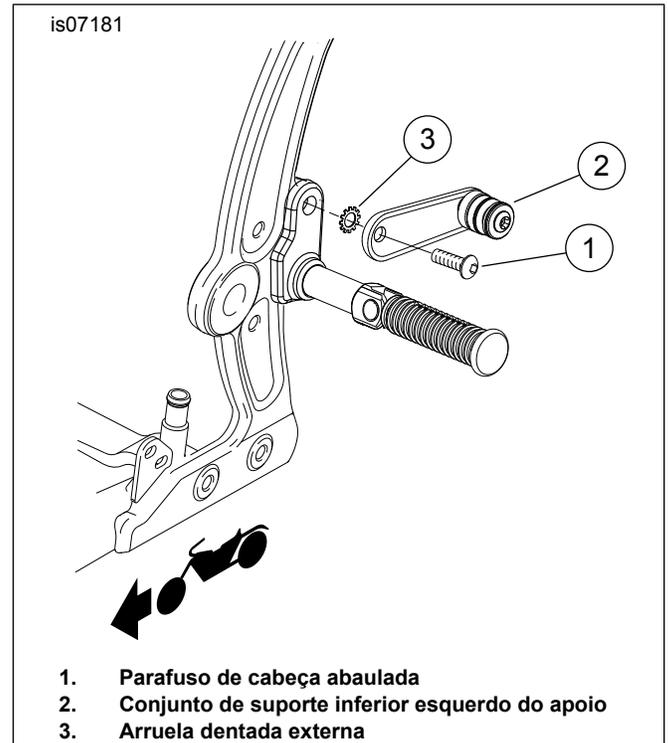

Figura 7. Conjunto de suporte inferior esquerdo do apoio
5. Veja Figura 7. Instale o suporte inferior esquerdo na estrutura usando o parafuso de cabeça abaulada e a arruela de pressão. Aperte os parafusos com torque de 16,3–24,4 N·m (12–18 ft-lbs).